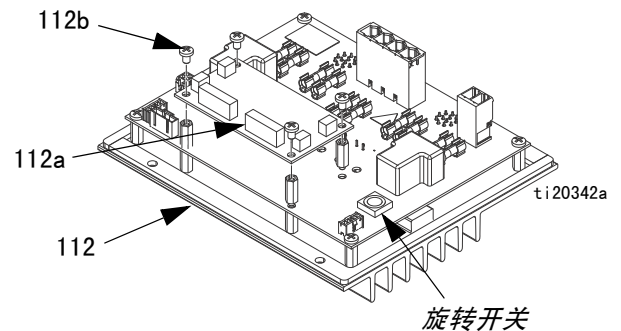

图 43
2. 卸下电气外壳的前检修门 (10)。
3. 断开加热软管电气连接器和 MZLP (112)。
4. 注意各个电缆的位置，然后从将要更换的 MZLP (112) 上拔掉所有电缆。参见图 43。
1. 对于带有子卡的 MZLP，请将 MZLP 旋转开关设为“1”。对于不带子卡的 MZLP，请将 MZLP 旋转开关设为“2”。参见图 43，了解旋转开关位置。
2. 使用四个螺钉 (114) 将 MZLP(112) 安装到电气外壳 (1) 上。
3. 注意各电缆的位置，然后从 MZLP 子卡 (112a) 上拔掉所有电缆。参见图 43。
4. 卸下四个安装螺钉 (112b) (位于子卡 (112a))，放在一边。参见图 43。